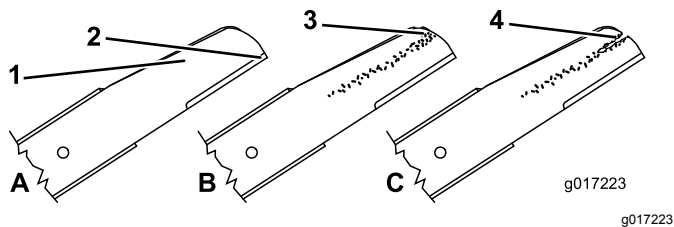

Figure 38
- Examinez le tranchant des lames (Figure 38). Si elles sont émoussées ou présentent des indentations, déposez les lames et affûtez-les ou remplacez-les.
- Inspectez les lames, et plus particulièrement l'ailette (Figure 38). Remplacez immédiatement toute lame endommagée, usée ou qui présente une entaille.